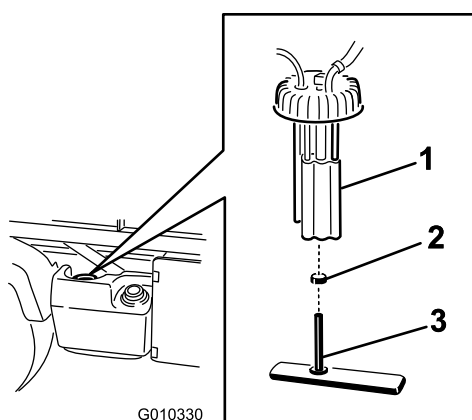

Figura 44
2. Estraiete il connettore di cablaggio fili dalla pompa del carburante (Figura 44)
3. Allentate la fascetta stringitubo e scollegate i tubi del carburante dal tappo della pompa del carburante (Figura 44).
4. Svitare il tappo della pompa del carburante dal serbatoio del carburante (Figura 44).
5. Rimuovere il gruppo pompa e filtro del carburante dal serbatoio (Figura 44).
6. Rimuovere la fascetta che fissa il filtro del carburante ai raccordi della pompa del carburante. Rimuovere il tubo dai raccordi (Figura 44).